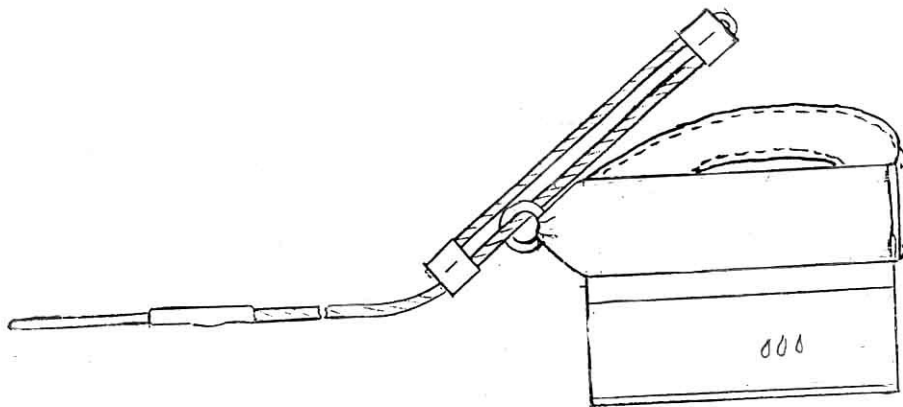

Рис. 10. Звено ручного раскрытия.
2.5.12. З в е н о р у ч н о г о р а с к р ы т и я, предназначенное для ручного раскрытия отсека запасного парашюта, состоит из троса, на одном конце которого установлена шпилька зачековочная, а на другом - ограничитель с полужестким кольцом - ручкой звена (рис. 10).